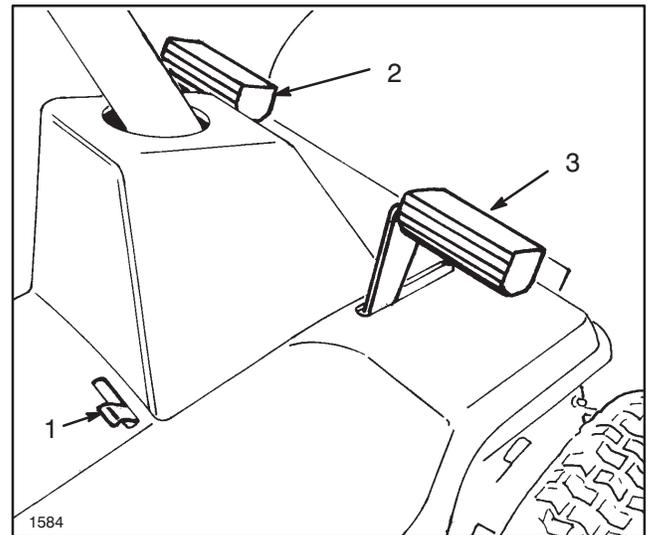

Abbildung 6
Kupplungspedal (Abb. 6)—Das fußbetätigte Kupplungspedal wird zusammen mit der Gangschaltung verwendet. Beim Schalten muß das Kupplungspedal vollständig heruntergedrückt werden. Das Kupplungspedal bei jeder Bremsbetätigung herunterdrücken.
Bremspedal (Abb. 6)—Das fußbetätigte Bremspedal muß gedrückt werden, um den Mäher zu verlangsamen oder anzuhalten. Wenn das Pedal gedrückt ist, greift ein Taster in die Bremsscheibe an der Seite des Getriebes ein. Bei Betätigung der Bremse immer das Kupplungspedal treten.
Feststellbremse (Abb. 6)—Die Feststellbremse muß zusammen mit dem Bremspedal verwendet werden. Wenn das Pedal heruntergedrückt ist und das Ende des Feststellbremshebels das Bremspedal in gedrückter Position hält, greift ein Taster in die Bremsscheibe an der Seite des Getriebes ein.
1. Die Feststellbremse eingreifen lassen (Abb. 6): siehe Verwendung der Feststellbremse, Seite 19.
2. Die Feststellbremse nach links bewegen und das Bremspedal loslassen, bis es das Ende des Feststellbremshebels berührt (Abb. 6).
3. Zum Lösen der Feststellbremse das Bremspedal drücken (Abb. 6), wodurch der Feststellbremshebel zu ausgerasteter Position zurückkehren kann. Dann das Bremspedal loslassen.